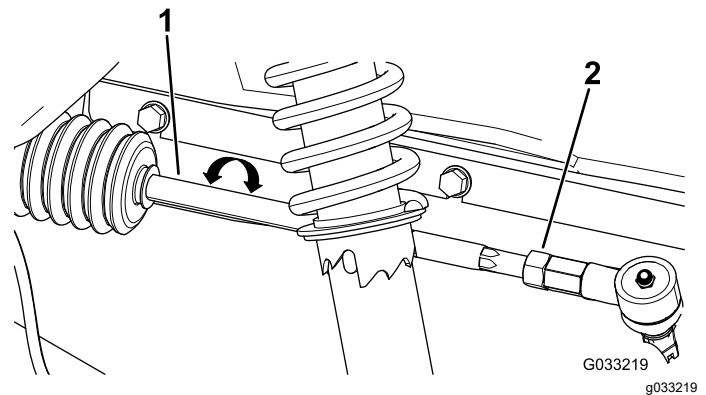

Figura 84
1. Afloje las tuercas autoblocantes en el extremo exterior de las bielas (Figura 84).